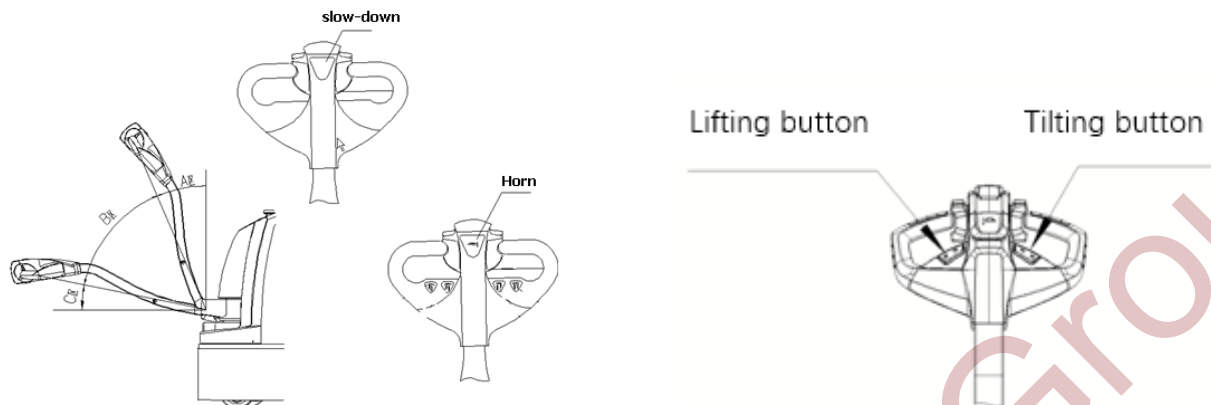

Fig. 2
5.1.3 Suivez la figure 2 pour vérifier si le frein fonctionne normalement ; si les fonctions telles que le levage, l'abaissement et la conduite fonctionnent normalement ; si la fonction de marche arrière d'urgence fonctionne normalement.
Déplacez la poignée vers la zone A ou C, comme indiqué sur la figure 2, et appuyez sur le bouton de levage/descente de la poignée pour vérifier si la fourche monte ou descend normalement. Tournez ensuite la poignée de commande vers la zone B, comme indiqué sur la figure 2, démarrez lentement le chariot et appuyez sur la poignée pour la mettre en position horizontale afin de vérifier que le chariot peut se déplacer et freiner normalement.
Déplacez la poignée de commande vers la zone B comme indiqué sur la Fig.2, appuyez sur le bouton de marche arrière d'urgence situé sur le dessus de la poignée de commande pour vérifier si le chariot peut reculer normalement.
Remarque : Un frein magnétique latéral est installé à l'extrémité de l'arbre du moteur de la roue motrice, et une came et un interrupteur d'approche sont installés sur l'arbre rotatif du bras rotatif. Le gerbeur ne peut être mis en marche et se déplacer que lorsque le bras rotatif est à $30^\circ \pm 20^\circ$ (comme indiqué sur la figure 2) . Que l'angle soit supérieur ou inférieur à cet angle, le gerbeur est mis hors tension et freiné. Dans ce cas, le gerbeur peut soulever des marchandises. En cas de levage, il ne peut pas se déplacer. Comme indiqué sur la figure 2, lorsque la poignée de commande est en zone A ou C, le gerbeur peut uniquement lever ou descendre, mais pas se déplacer ; lorsque la poignée de commande est en zone B, le gerbeur peut également se déplacer. La position de fonctionnement de la poignée ne sera pas spécifiquement décrite dans les descriptions suivantes : le gerbeur peut uniquement lever ou descendre, mais pas se déplacer lorsque la poignée est en zone A ou C, et doit être en zone B pendant le déplacement.
Comme indiqué sur la figure 2, débranchez l'interrupteur d'alimentation, déverrouillez la porte électrique et dirigez le gerbeur vers la pile de marchandises située à proximité. (La pointe des fourches se trouve à 300 mm de la pile de marchandises.) Appuyez sur le bouton de descente, réglez la hauteur des fourches à la position appropriée et insérez-les lentement et aussi profondément que possible dans la palette. Appuyez sur le bouton de levage jusqu'à ce que la fourche soit à 200-300 mm du sol. Conduisez le gerbeur jusqu'à l'emplacement du plateau de marchandises et arrêtez-vous lentement. (La pointe des fourches se trouve à 300 mm du plateau de marchandises.) Appuyez sur le bouton de levage et la fourche monte à la hauteur appropriée du plateau (le bas de la palette est environ 100 mm plus haut que le plateau de marchandises). Déplacez lentement les marchandises jusqu'à la position exacte du plateau et appuyez sur le bouton de descente pour les déposer délicatement sur le plateau. Retirez la fourche des marchandises et dirigez lentement le gerbeur pour la sortir de la palette. (La pointe de la fourche est à 300 mm du rayonnage.) Abaissez la fourche jusqu'à ce qu'elle soit à 300 mm du sol et éloignez le gerbeur du rayonnage. Veillez à ce qu'il n'y ait aucun obstacle autour et réduisez la vitesse lors des virages.
Comme indiqué sur la figure 2, débranchez l'interrupteur général, déverrouillez la porte et placez le gerbeur sur le rayonnage à proximité (la pointe des fourches se trouve à 300 mm du rayonnage). Appuyez sur le bouton de descente, réglez la hauteur des fourches à la position souhaitée et insérez-les lentement et aussi profondément que possible dans la palette. Appuyez sur le bouton de levage pour soulever les marchandises jusqu'à ce que le bas de la palette soit à 100 mm du rayonnage. Conduisez lentement le gerbeur et sortez lentement les marchandises du rayonnage (la pointe des fourches se trouve à 300 mm du rayonnage). Appuyez sur le bouton de descente pour abaisser les fourches à une hauteur de 200 à 300 mm du sol. Éloignez le gerbeur du rayonnage jusqu'à la position souhaitée, puis arrêtez-le lentement. Appuyez sur le bouton de descente pour déposer les marchandises, éloignez complètement les fourches des marchandises et sortez-les lentement de la palette .